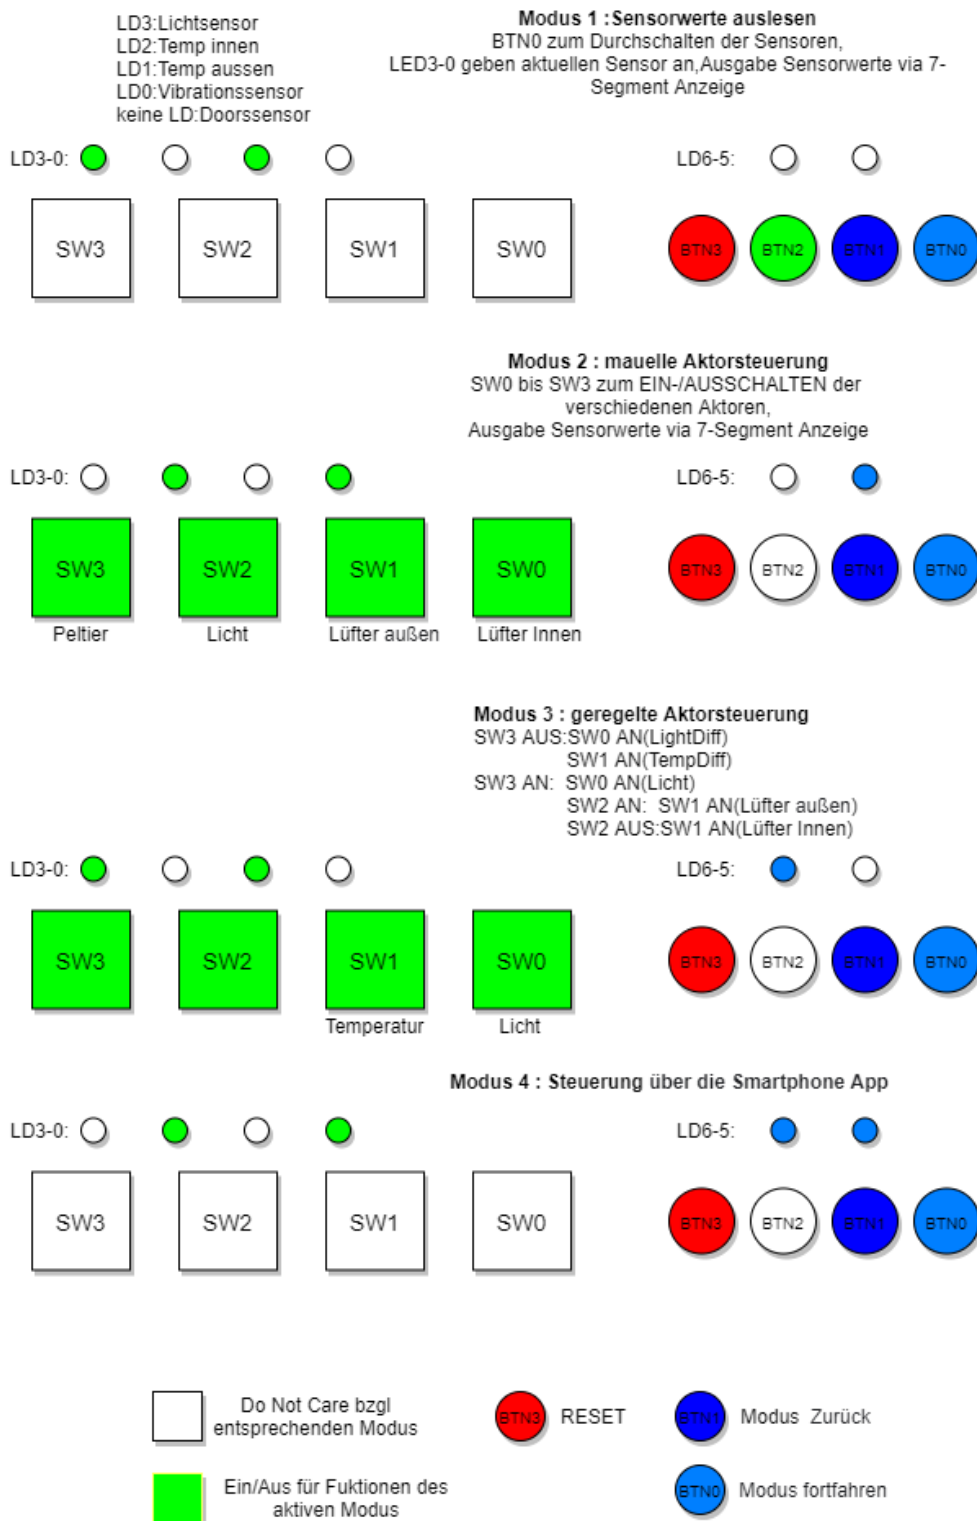

Abbildung 9.1: FPGA-Ansteuerung des Hauses
1.   Realisieren Sie die oben beschriebene Helligkeitssteuerung und Temperatursteuerung. In Abbildung 9.1 ist die bereits aus den Versuchen 6 und 7 bekannte FPGA Schalterbelegung dargestellt. Implementieren Sie den *Modus 3: geregelte Aktorsteuerung*, indem Sie die markierte Stelle im Modul *actor* ergänzen. Testen Sie